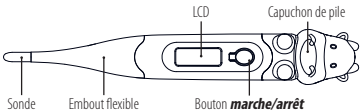

Figure 1 : Composants du thermomètre numérique
- Appuyez sur le bouton *Marche/Arrêt* situé à côté de l'écran LCD de la figure 1. Un signal sonore retentit lorsque l'écran affiche **188.8.°C**, suivi de la dernière température enregistrée. Après avoir affiché la température d'autotest, le thermomètre est maintenant en mode de test.